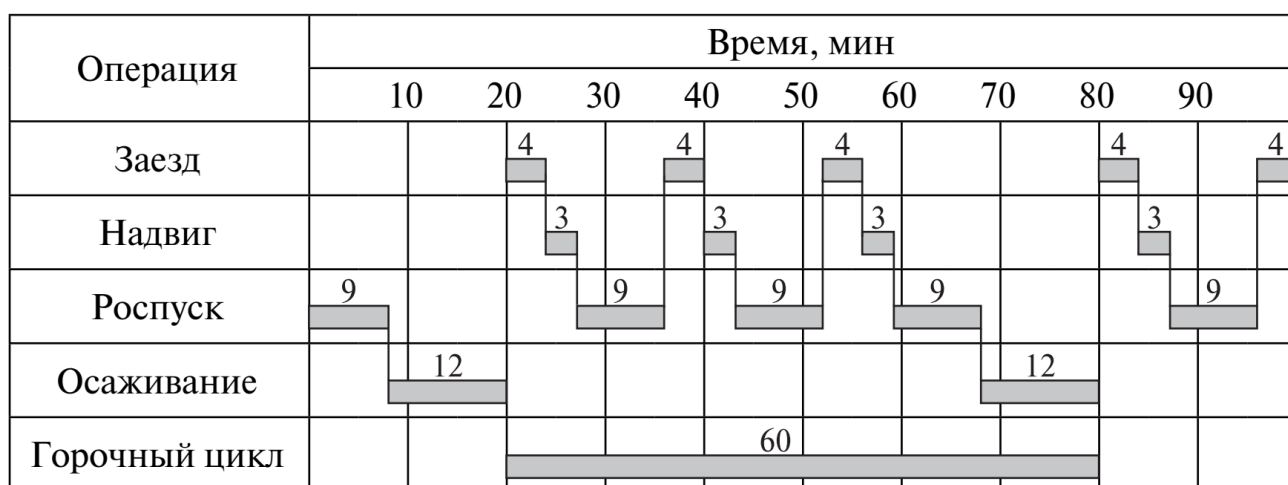

Рис. 22.1 График работы однопутной горки с одним горочным локомотивом.
1. В горочный цикл входит последовательность операций от момента окончания одного осаживания до момента окончания следующего осаживания. В примере на рис. 22.1 продолжительность цикла равна 60 мин.